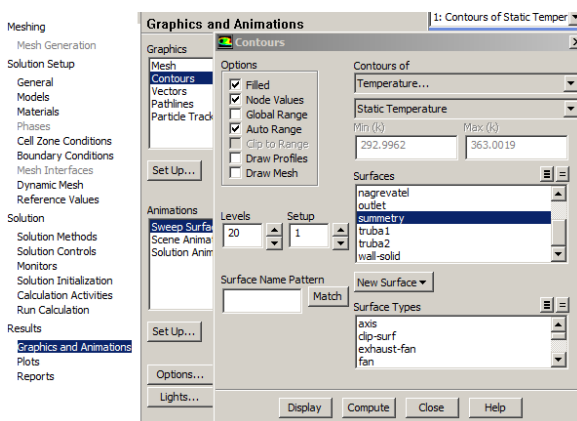
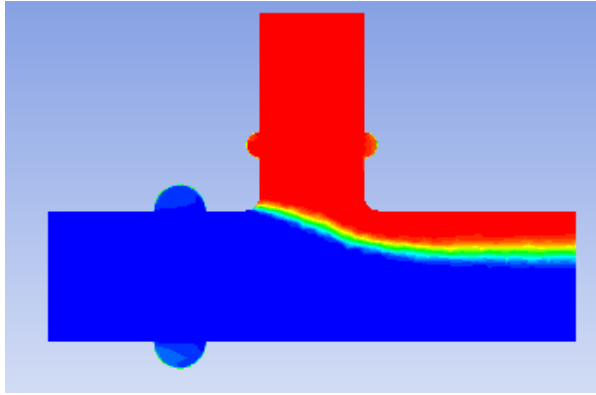

Рис. 45 – Визуализация распределения статической температуры
Рис. 46 – Рассчитанное распределение статической температуры на границе симметрии модели
**Шаг 16.** Просмотрим результаты расчёта. Для этого нужно перейти на вкладку *Graphics and Animations* (графика и анимация), выбрать вид представления результатов в виде контуров (*Contour*) (рис. 45). Затем нужно поставить галочку *Filled* (отображение залитых контуров параметров), убрать галочку *Global Range* (отображение параметров по всей модели), выбрать параметр потока статическую температуру (*Static Temperature*) и указать поверхность *symmetry* для отображения. Для отображения параметров нажимается клавиша *Display* (рис. 46).